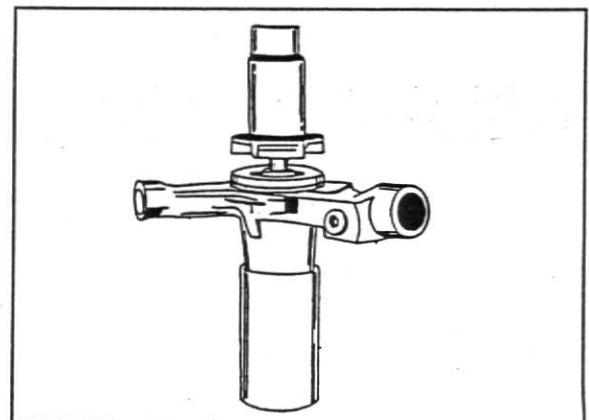

Fig. 10
6. Remova o conjunto do eixo da bomba e o rotor da carcaça com auxílio de uma prensa e das ferramentas nº 8130013 e 8130417, fig.10.